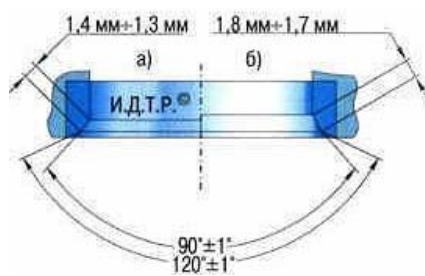

Рис. 5.8. Профиль седел клапанов: а - впускной клапан; б - выпускной клапан
29. Более значительные дефекты седел клапанов устраняют шлифовкой, выдерживая размеры, показанные на рис. 5.8. Седла рекомендуется шлифовать в специализированной мастерской, так как для этого требуются специальные инструменты и оборудование.